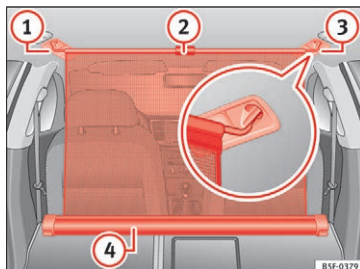

Fig. 170 I bagagerummet: monteret netskillevæg ved fremklappet bagsæderyglæn
- Træk tappen » Fig. 170 ② opad for at tage netskillevæggen ud af huset » Fig. 170 ④.
- Hægt netskillevæggen fast i højre side » Fig. 170 ③ (udsnit).
- Hægt netskillevæggen fast i holderen i venstre side » Fig. 170 ① ved at trække i stangen.
Netskillevæggen er monteret korrekt, når de T-formede ender er fastgjort korrekt i de pågældende holdere » Fig. 170 ③ og ①.
- Rul netskillevæggen ind i huset » Fig. 170 ④ ved at rulle den nedad med hånden.